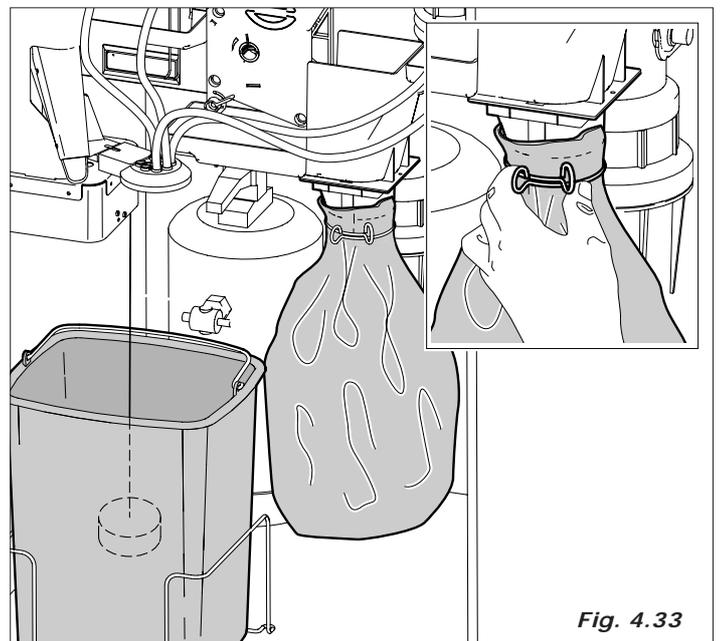

Fig. 4.33
- introducir la bolsa de plástico envolviéndola en la rampa y bloquearla con el resorte (fig. 4.33).
Asegurarse de que el balde de recolección de líquidos esté en posición (Fig. 4.33) y vaciarlo periódicamente.